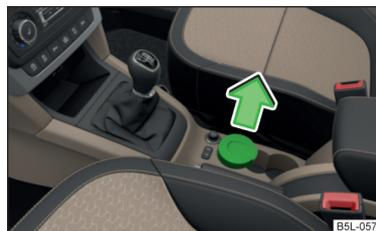

Fig. 62
- > Extraiga el cenicero en el sentido de la flecha » fig. 62.